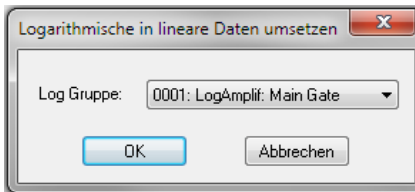

Abbildung 7-85 Dialogfeld Logarithmische in lineare Daten umsetzen
2. Wählen Sie in der Menüleiste **Verarbeitung > logarithmische in lineare Daten umsetzen** aus (siehe Abbildung 7-85 auf Seite 453).